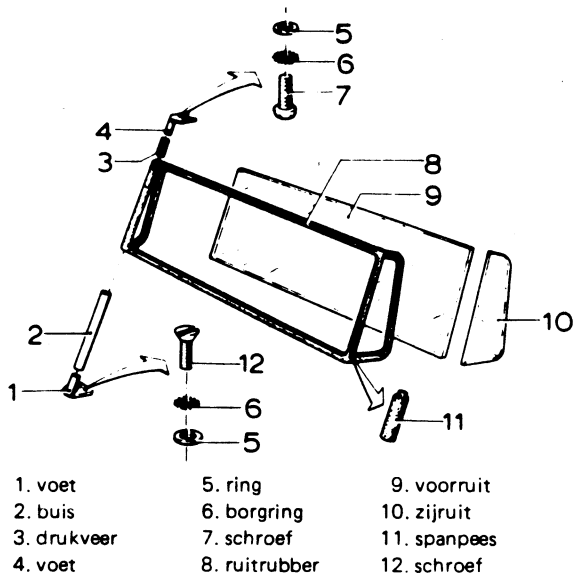

Fig. 2
- Til de voorruit uit de dashboardspanning en uit de twee onderste voetjes (1, Fig. 2).
Wordt het oude ruitrubber opnieuw gebruikt, verwijder dan de rubber spanpees (11, Fig. 2) uit het ruitrubber.
- Leg het ruitrubber (8, Fig. 2) op een vlakke tafel en leg de ruit 9 er bovenop.
- Haak de complete voorruit eerst in de twee voetjes (1, Fig. 2) en trek met het montagekoord het onderste ruitrubber over de dashboardspinning. Tegelijkertijd moet de ruit krachtig naar beneden worden gedrukt.
- Trek de twee voetjes (4, Fig. 2) met behulp van het zelfgemaakte haakje (zie speciaal gereedschap) onder de dakspinning door.
- Leg een montagekoord om de hoekruit (10, Fig. 2) en trek het rubber over de kabinespinning. Herhaal dezelfde handeling voor de andere hoekruit.